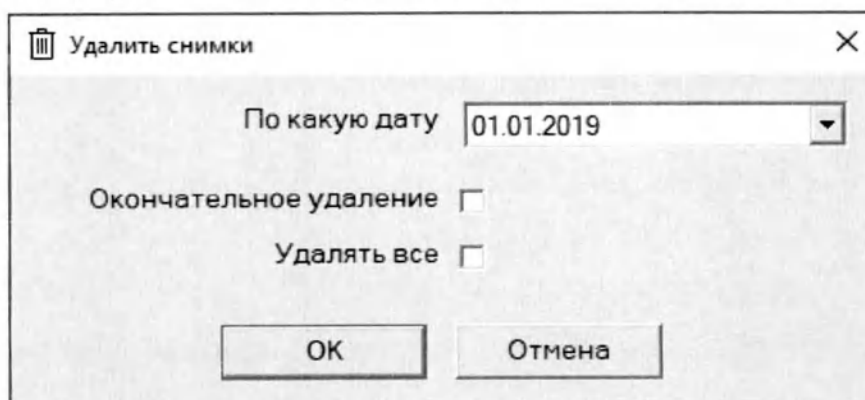

Рис. 28 Внешний вид окна "Удалить снимки"
- Откроется окно «Удалить снимки» (Рис. 28 Внешний вид окна "Удалить снимки");